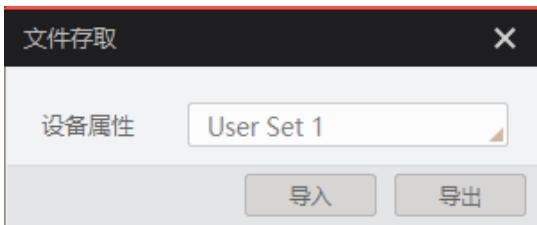

图8-10 导入或导出
- 在弹出的文件存取对话框中，选择需要存取的相机属性或 DPC 数据，单击导入或导出即可，如图 8-10 所示。